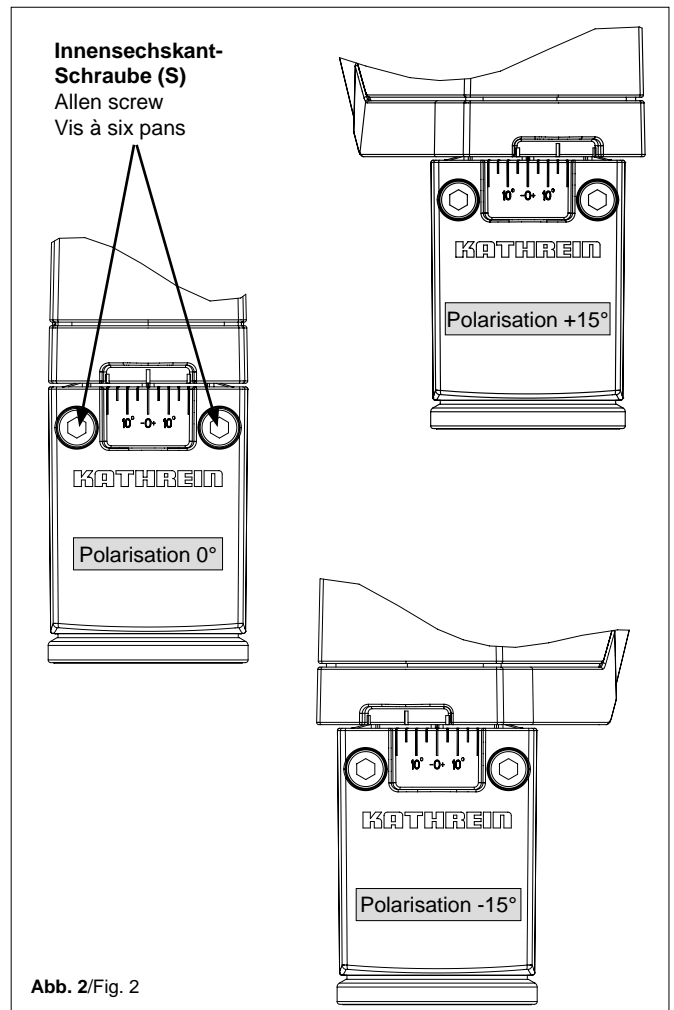

Abb. 2/Fig. 2
Polarisations-Voreinstellung (Abb. 2)
1. Beide Innensechskantschrauben (S) lockern.
2. Durch Drehen des Speisesystems die Referenzmarke auf den Wert lt. Polarisations-Voreinstellungstabelle einstellen (siehe Abb. 2)
3. Die Innensechskantschrauben (S) gleichmäßig im Wechsel festziehen. Anzugsdrehmoment: Max. 4,5 Nm
Setting the polarisation (Fig. 2)
1. Loosen both Allen screws (S).
2. Turn the feed system to set the reference mark to the value given in the polarisation pre-setting table. (see fig. 2)
3. Tighten the Allen screws (S) evenly, alternating between both. Torque: max. 4.5 Nm
Ajustage de la polarisation (Fig. 2)
1. Desserrer les deux vis à six pans creux (S).
2. Tourner le système d'alimentation pour régler le repère de référence sur la valeur indiquée dans le tableau de préajustage de la polarisation (voir la fig. 2)
3. Serrer les vis à six pans creux (S) de manière homogène en alternance. Couple de serrage : maxi. 4,5 Nm